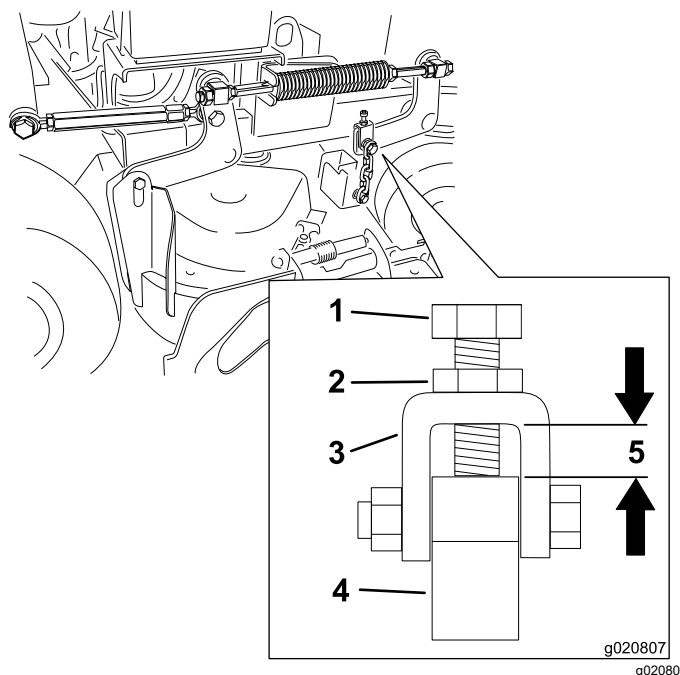

Figura 82
Nota: Questa distanza deve essere di 11 mm, come mostrato in **Figura 82**.
6. Se occorre regolare, allentate il bullone superiore della catena (**Figura 82**).
7. Allentate il controdado e regolate il bullone per ottenere la distanza corretta mostrata in **Figura 82**.